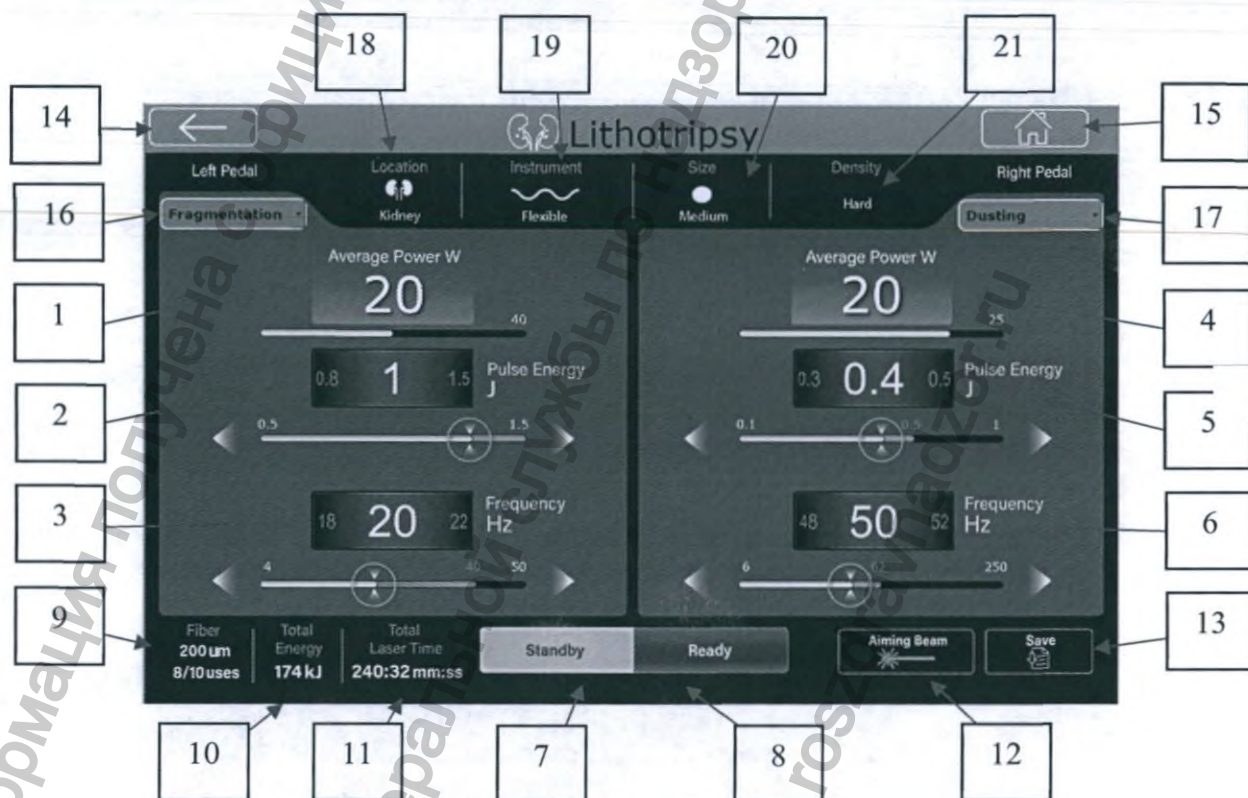
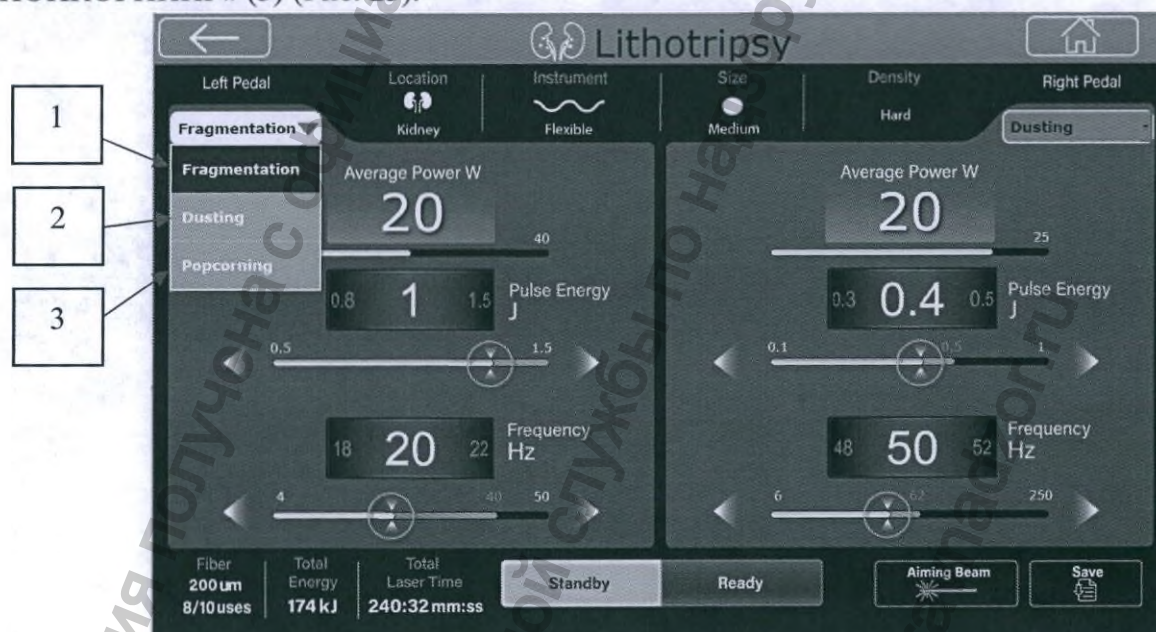

Рис. 22 Экран настройки параметров лазерного излучения раздела «ЛИТОТРИПСИЯ»
Рис. 23 Экран настройки параметров лазерного излучения раздела «ЛИТОТРИПСИЯ». Изменение режима.
Нажмите кнопку «ДАЛЕЕ» (1) для перехода на экран настроек лазерного излучения (Рис. 22д).
Экран настройки параметров лазерного излучения раздела «ЛИТОТРИПСИЯ» (рис. 22) разделен на две части: левая половина содержит параметры режима «ФРАГМЕНТАЦИЯ», правая параметры режима «РАСПЫЛЕНИЕ». На экране сразу после выбора режима будут отображаться предустановленные параметры излучения.
Изменение режима лазерного излучения левой стороны экрана возможно нажатием кнопки (16), правой – нажатием кнопки (17) (Рис. 22). Нажатие кнопки (16)/(17) вызывает выпадающее меню с вариантами режимов: «ФРАГМЕНТАЦИЯ» (1), «РАСПЫЛЕНИЕ» (2), «ПОПКОРНИНГ» (3) (Рис. 23).
Локализация камня (18), тип инструмента (19), размер камня и плотность камня по Хаунсфилду (20) указаны в верхней части экрана (рис. 22).
Экран настройки параметров лазерного излучения раздела «ЭКСПЕРТ» (рис. 22) разделен на две части, т.е. имеется возможность задать одновременно два режима работы. Разделение экрана соответствует двойной педали, левая педаль запускает излучение с параметрами, заданными на левой половине экрана, правая – заданными на правой половине экрана.